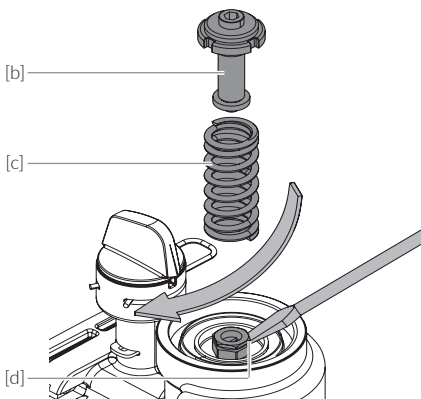

Abb. 8.13
- / Abb. 8.13: Stellschraubeneinheit [b] und Feder [c] entfernen